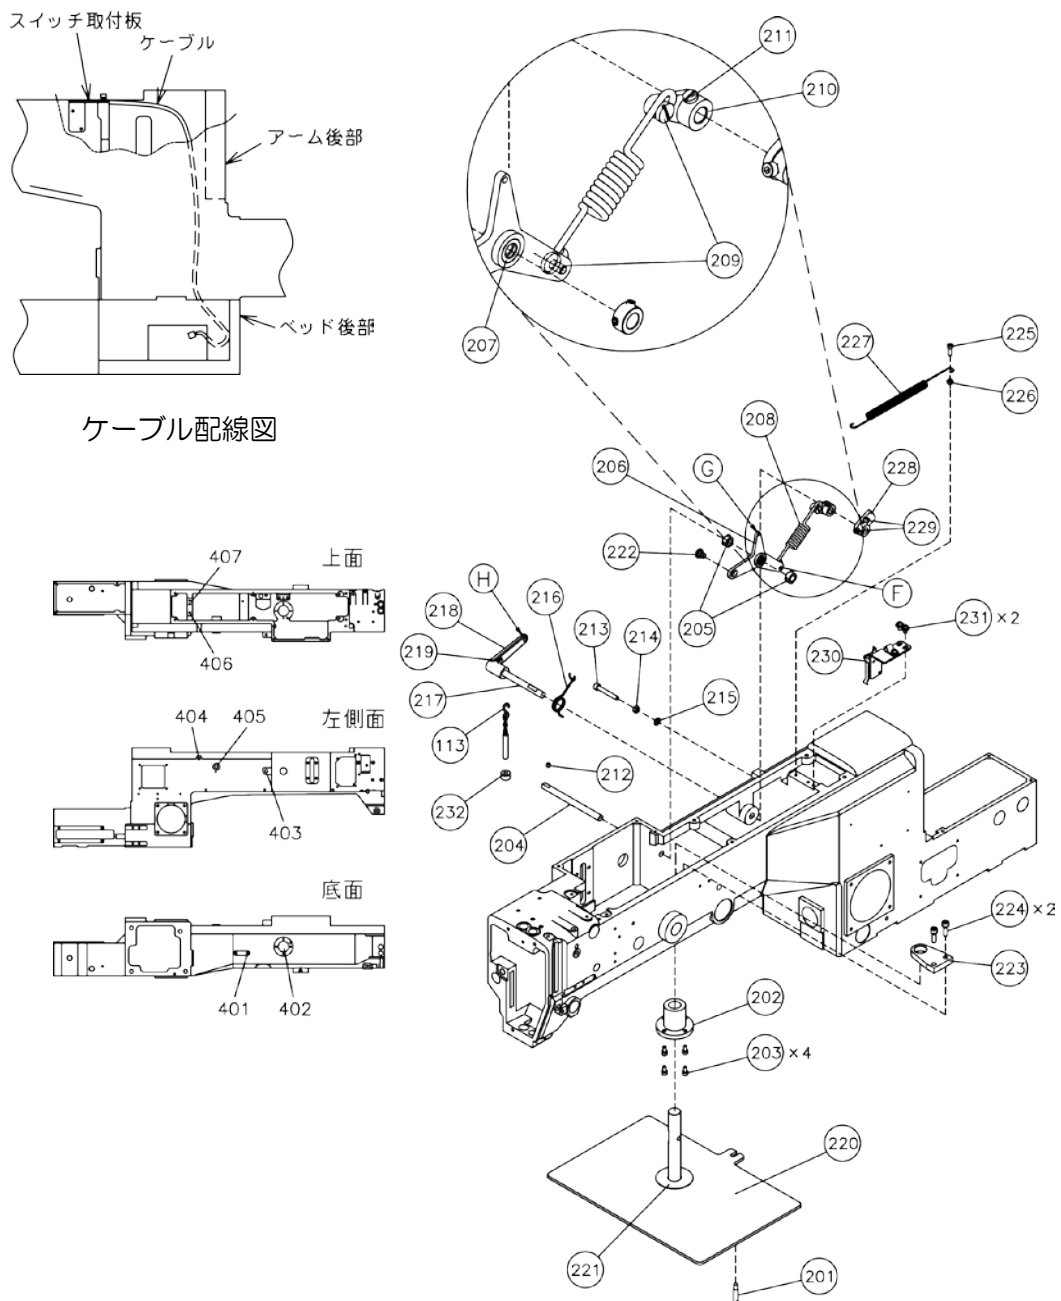

図 4. マニュアル機構組立図
- 7) 206 オサエレバーの中心の穴に207 ジクウケをはめ込む。図4のように、オサエレバーのF穴と210 レバーに208 バネの両端をそれぞれ209 ヒラネジで固定し、オサエレバーとレバーをバネで連結する。